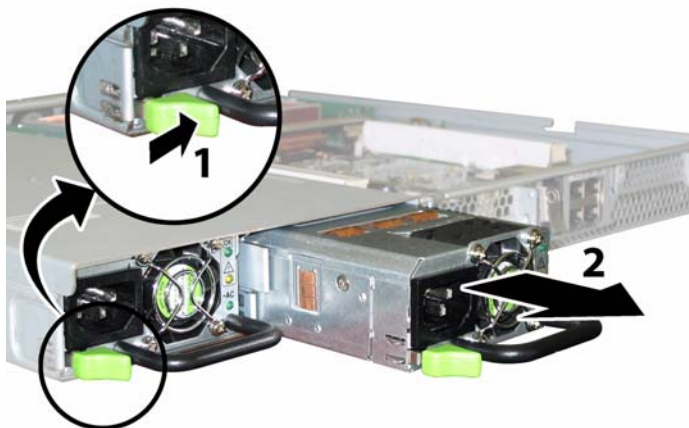

図 3-57 電源の取り外し
- a. 電源のハンドルをつかみ、電源の中央に向けてサムラッチを押します。図 3-57 を参照してください。